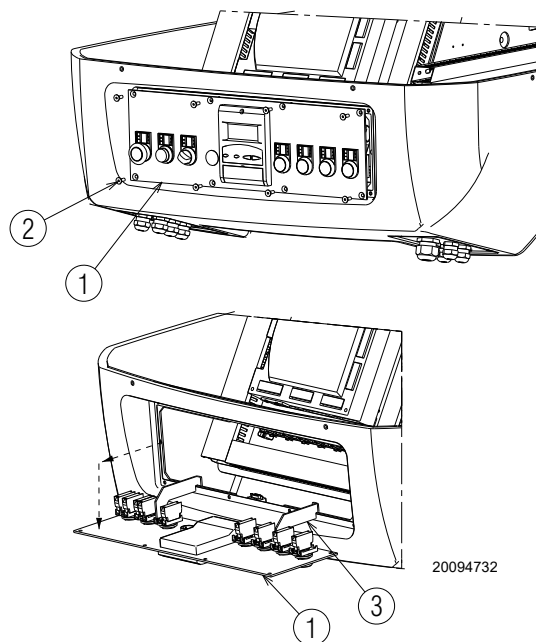

Fig. 32
- dévisser les vis 2)(Fig. 32) du panneau de commande 1);
- extraire le panneau de commande 1) et le tourner 90°, en l'accrochant avec les brides 3) correspondantes dans le profil du tableau électrique comme indiqué dans la Fig. 32;